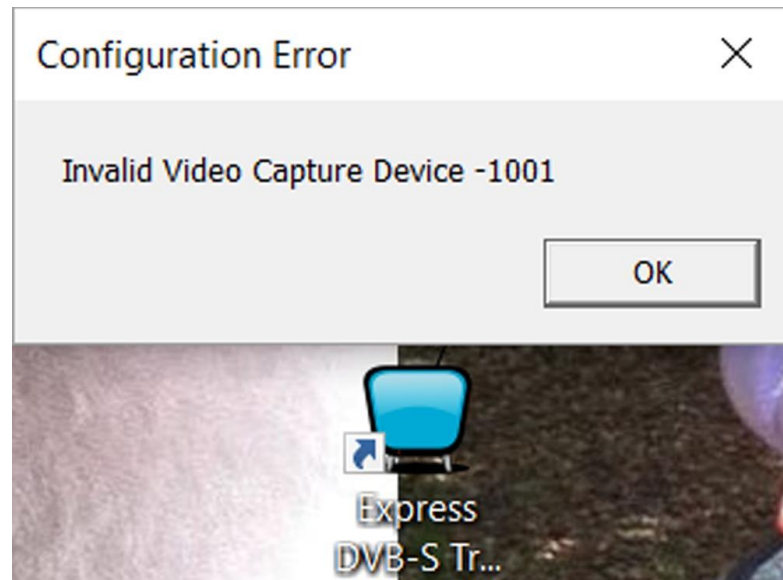

Figure 13 - Un message d'erreur s'affiche parce que la caméra (source vidéo) n'est pas connectée
- Un message d'erreur indiquant un "Dispositif de capture vidéo non valide" comme indiqué dans la Figure 13 devrait apparaître.